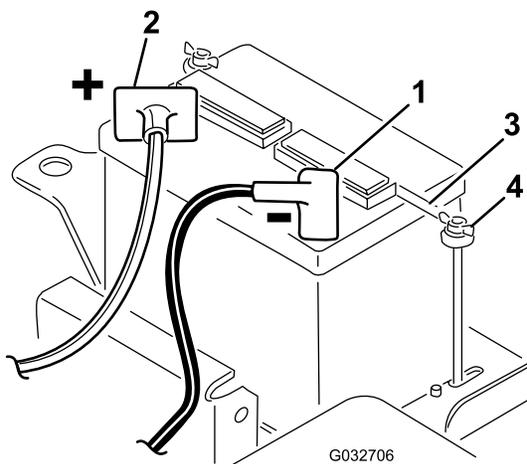

Рисунок 5
2. Подключите положительный кабель (красный), идущий от реле стартера, к положительному штырю аккумуляторной батареи (Рисунок 5). Закрепите его каретным болтом с гайкой.
5. Установите зажим аккумуляторной батареи и шайбы, закрепите их барашковыми гайками (Рисунок 5).